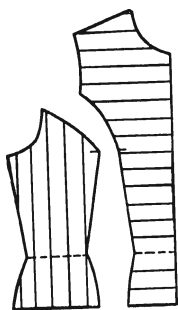

Рис. 497
Здесь приводится чертеж классического рельефа (рис. 497), для которого очень подходит противоположное размещение полос. Горизонтальные полосы размещены на детали, прилегающей к середине лифа, а вертикальные — на той, что прилегает к боковому срезу. Именно такое расположение полос зрительно уменьшает фигуру, впрочем, вы можете изменить его по желанию.
- чертят рельеф, как на рис. 497 (см. также пояснение к рис. 146);